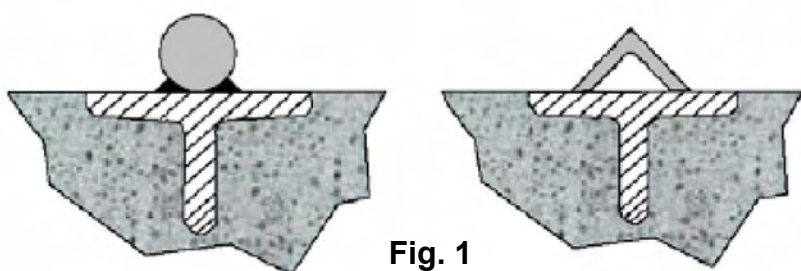
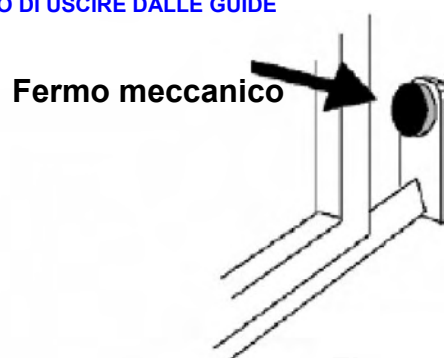
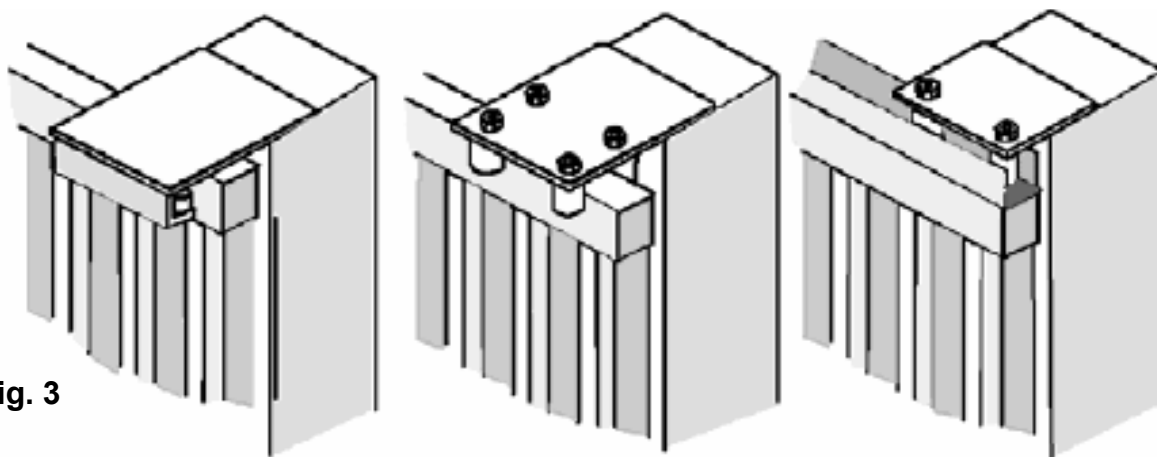

Fig. 1
Fig. 2
Fig. 3
- Prima di procedere al montaggio dell'automatismo, si verifichi che il cancello sia perfettamente funzionante, inoltre, è opportuno verificare che la guida di scorrimento a terra (**V. Fig. 1**) non presenti malformazioni, che sia perfettamente a livello e che sia presente il fermo meccanico in apertura (**V. Fig. 2**) al fine di evitare che il cancello esca fuori dalle guide superiori (**V. Fig. 3**)
- Verificare la guida di scorrimento superiore (**V. Fig. 3**) che sia ben salda e il cancello vi scorra liberamente.